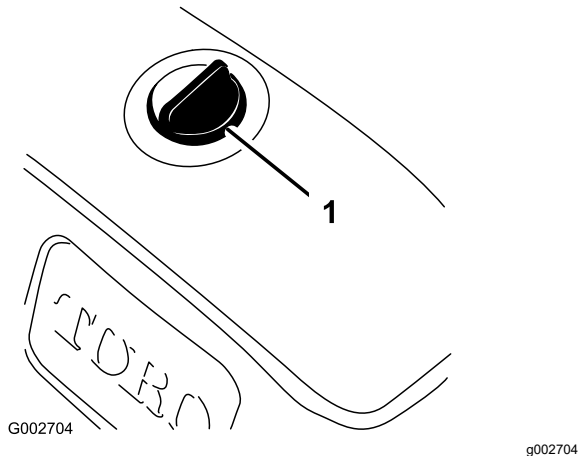

Figura 39
3. Limpe a área em torno da tampa do reservatório de óleo hidráulico para evitar que entrem detritos no depósito (Figura 39).